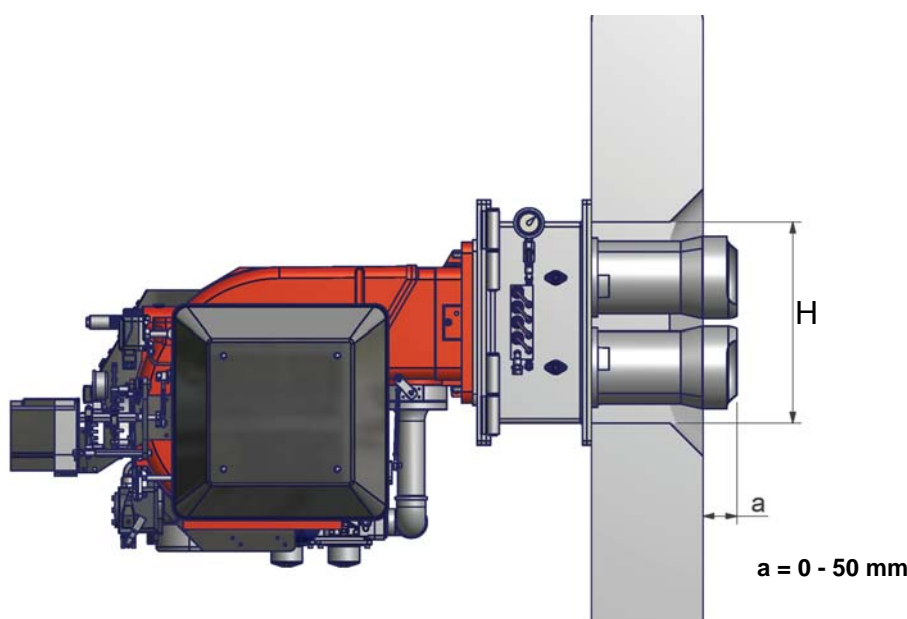

Fig. 3
- 4 fissarlo con i dadi ai prigionieri della caldaia secondo lo schema riportato in Fig. 3.